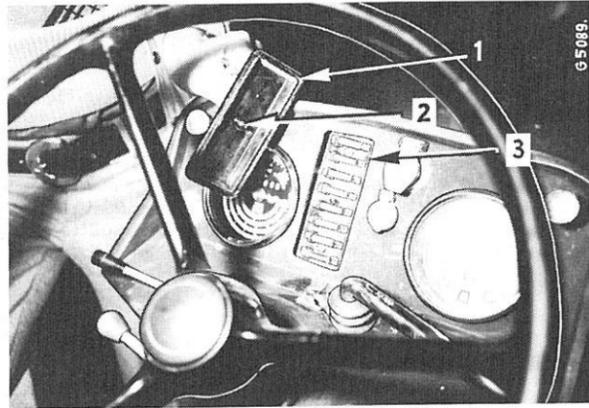

Fig. 92
Tous les fusibles sont situés dans le boîtier (3) Fig. 92. Il est essentiel de les remplacer par des fusibles de même capacité (8 ampères). Vérifiez-les en cas de panne d'éclairage. Si un fusible saute continuellement, vérifiez le système électrique pour déceler le court-circuit éventuel.